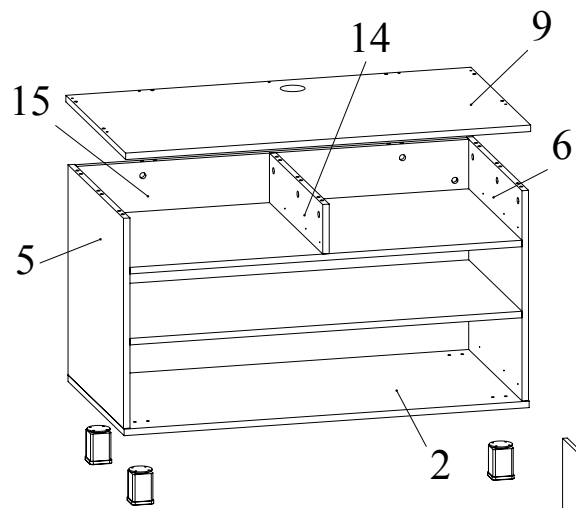

Рис.7
13. Прикрепить при помощи конфирматов опоры ко дну 2 (Рис. 7).
14. Установить столешницу 9 на боковины 5, 6, заднюю стенку 15 и перегородку 14 и зафиксировать, повернув конфирматным ключом головки минификсов по часовой стрелке до упора (Рис. 7).